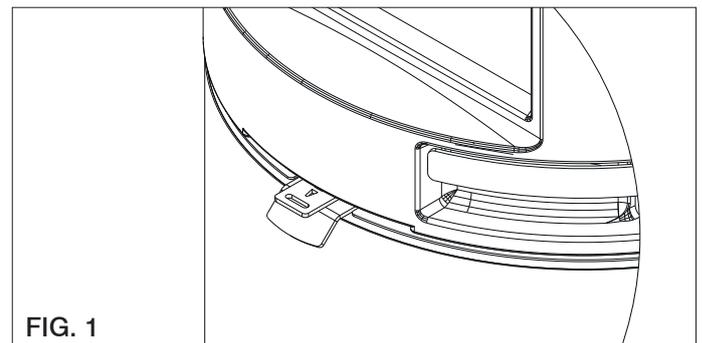

FIG. 1
- Position "Maintien des braises" (fig. 1)